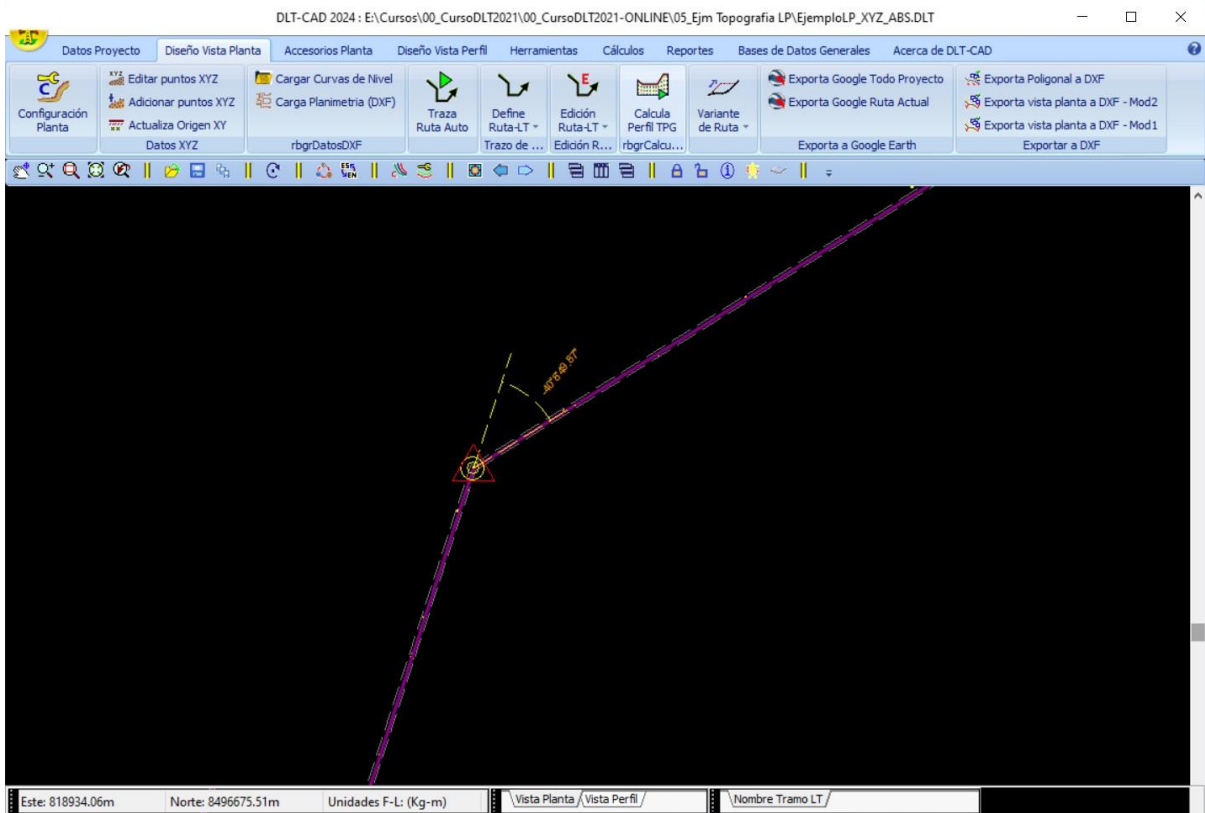

Fig. 3.19
- Finalmente clic en el botón <Aplicar/Definir Ruta>, con lo cual se trazará la ruta de toda la línea de forma automática. (ver Fig. 3.19)